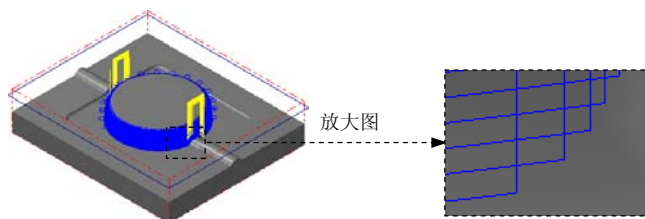

图 12.24 刀具路径
(1) 完成上步操作后，在“曲面精加工等高外形”对话框的刀具路径参数选项卡的列表框中显示出 Step4 所选择的刀具，双击该刀具，系统弹出“定义刀具 - 机床群组-1”对话框。
(2) 设置刀具号码。在“定义刀具 - 机床群组-1”对话框中的刀具号码文本框中，将原有的数值改为 4。
(3) 设置刀具的加工参数。单击“定义刀具 - 机床群组-1”对话框中的 **参数** 选项卡, 在 **进给速率** 文本框中输入值 200.0, 在 **下刀速率** 文本框中输入值 100.0, 在 **提刀速率** 文本框中输入值 500.0, 在 **主轴转速** 文本框中输入值 3200.0。
(4) 设置冷却方式。在 **参数** 选项卡中单击 **Coolant...** 按钮, 系统弹出“Coolant...”对话框, 在 **Flood** (切削液) 下拉列表中选择 **On** 选项。单击该对话框中的 **✓** 按钮, 关闭“Coolant...”对话框。
Step9. 单击“曲面精加工等高外形”对话框中的 **✓** 按钮, 完成加工参数的设置, 此时系统将自动生成图 12.24 所示的刀具路径。